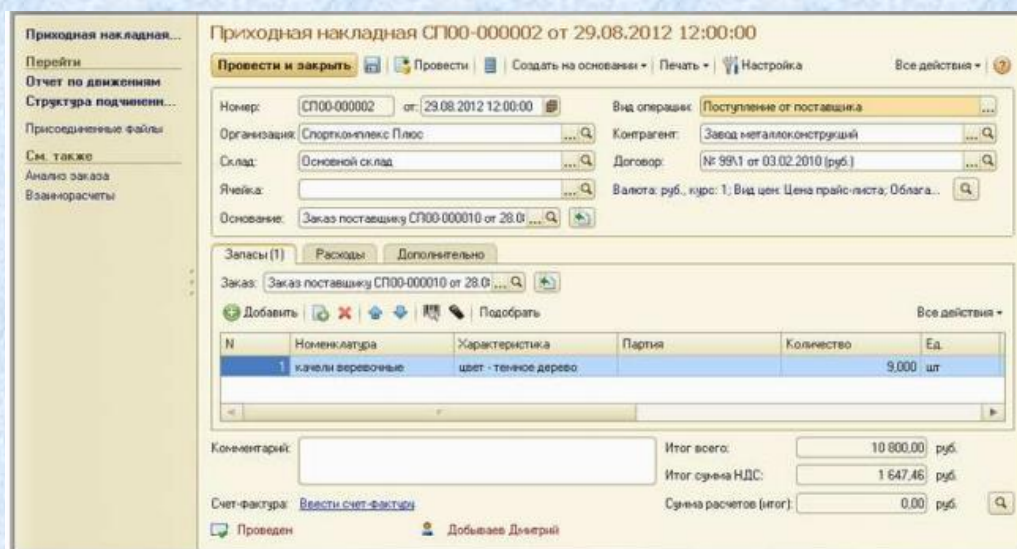

Рисунок 12 - Приходная накладная, вкладка «Запасы»
2. Поступление запасов, учет дополнительных расходов **Фактическое поступление запасов от поставщика** отражается с помощью документа **Приходная накладная** (рисунок 12).